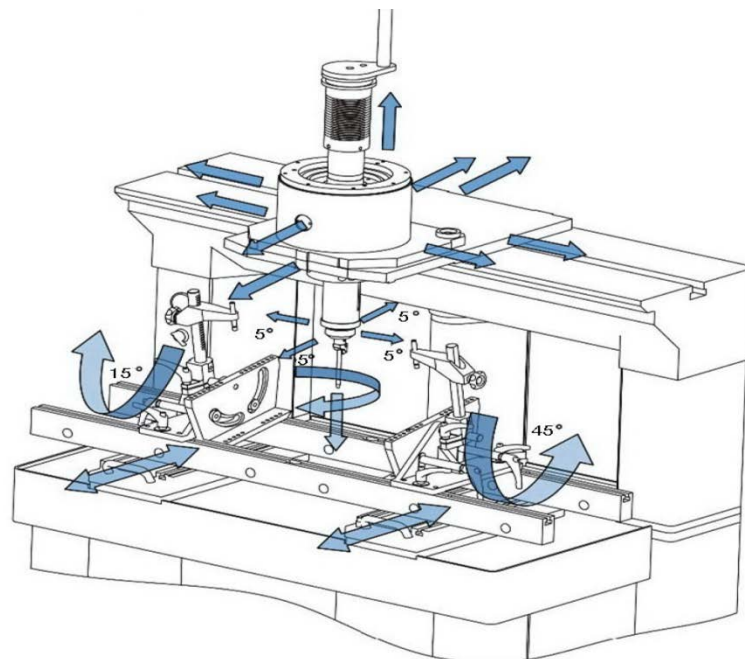

Рисунок 01 Схема воздушной подушки
- Легкая рабочая головка со встроенным двигателем шпинделя и системой автоматического центрирования с несколькими воздушными подушками (смотрите Рис. 01).